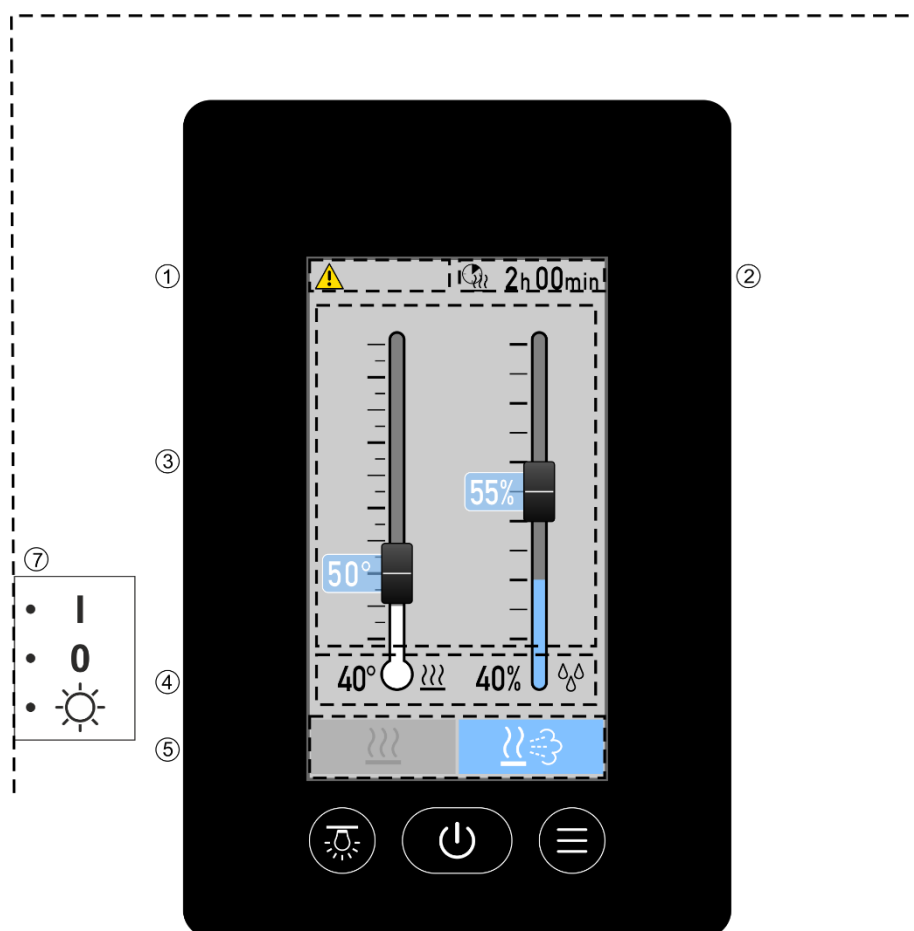

Рис. 2: Внешний вид элементов управления FCU5xxx Design Touch
Следующие элементы вы можете увидеть в строке состояния (1 в рис. 2):
1. Используйте клавишу "Включить пульт" (стр.11 рис. 2).
2. Используйте кнопку "Режим ожидания" или "Выключить питание" (стр. 11 рис. 2).